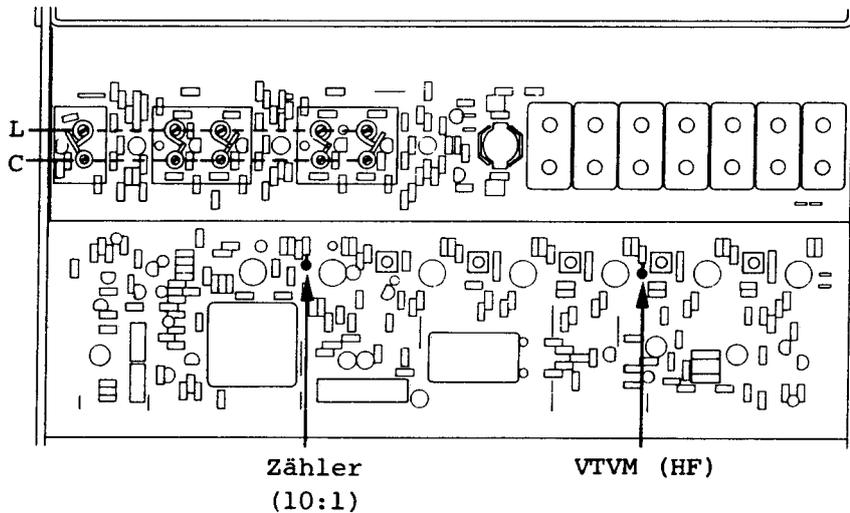

Fig. 4.7.-1
Kreis 3 (blau) auf ZF-Verstärker (Fig.4.7.-1).
Alle 5 HF-Kreise auf HF-Eingangsteil (Fig.4.7.-1) mit Spulenkernen auf Maximum-Anzeige am VTVM abgleichen
- Digital-Zähler mit KO-Probe (10 fach) an 270 Ohm-Widerstand am Eingang von IC 6 auf ZF-Verstärker anschliessen (Fig.4.7.-1).